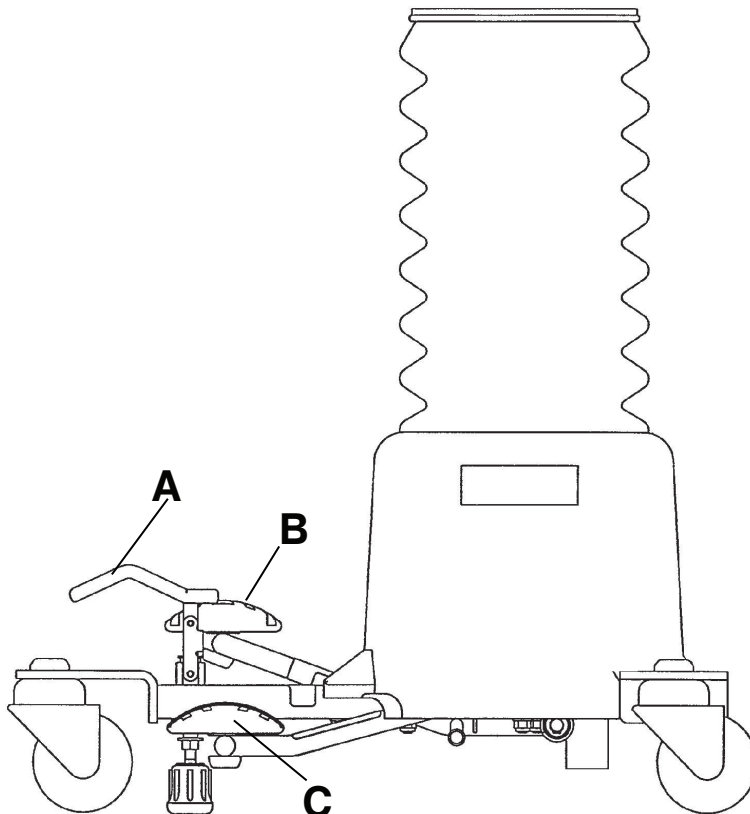

Figura 1 – Acionar e soltar o travão
Para acionar o travão, carregue no pedal de travagem (A) (Figura 1). Empurre o banco para se certificar que o travão bloqueia.
Para elevar a altura do assento, carregue no pedal de bombeamento (B) até chegar à altura pretendida (Figura 1).